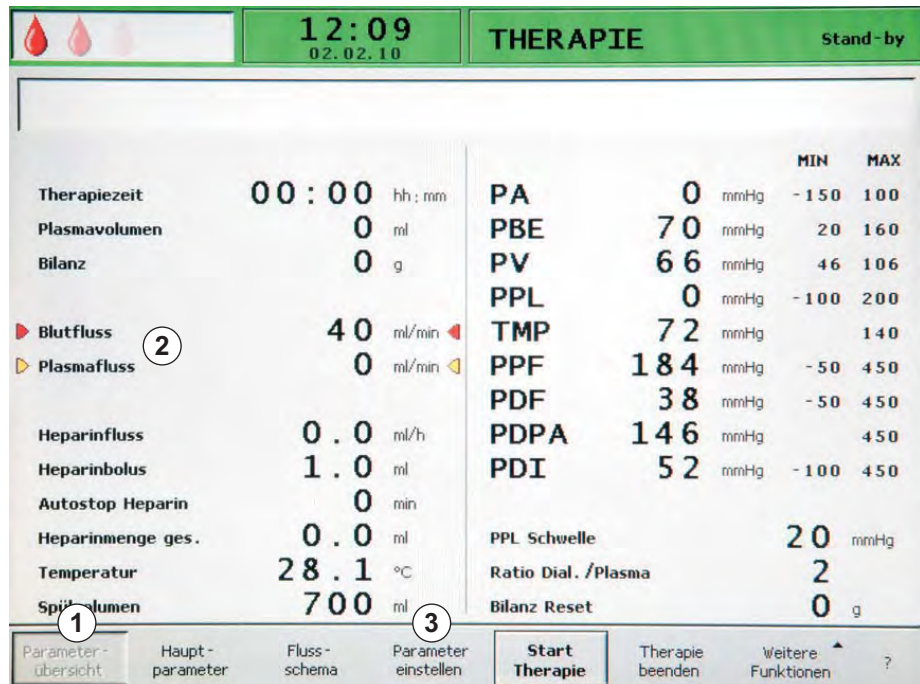

Abb. 3-20 Bildschirm *Parameterübersicht*
1. Mit Hilfe des Drehknopfes den Menüpunkt *Parameterübersicht* (Abb. 3-20, ①) in der Menüleiste auswählen und *Enter*-Taste drücken.
2. Mit Hilfe des Drehknopfes den Menüpunkt *Parameter einstellen* (Abb. 3-20, ③) in der Menüleiste auswählen und *Enter*-Taste drücken.